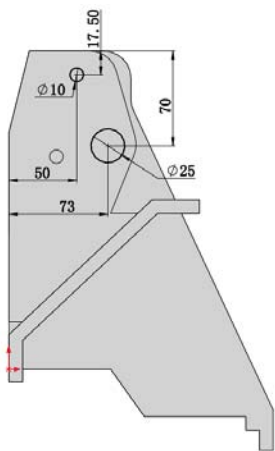

图 13-173 绘制草图
(21) 绘制草图。在视图中用鼠标选择图 13-172 所示的面 1 作为绘制图形的基准面。单击“草图”工具栏中的（圆）按钮，绘制并标注草图如图 13-173 所示。